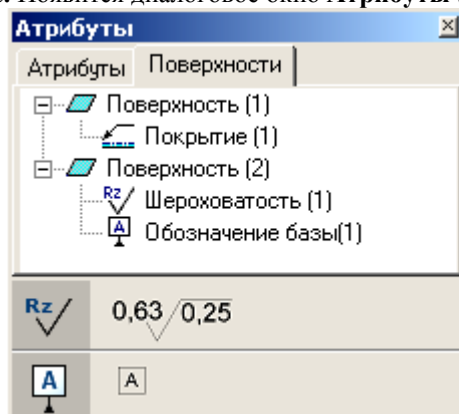

Рисунок 9.1
1. Вызвать команду **Импорт с модели** меню **Cadmech** или команду  панели инструментов **Cadmech Оформление**. Появится диалоговое окно **Атрибуты** (см. Рисунок 9.1).